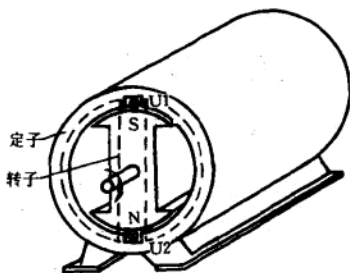

图 1-1 单相交流发电机示意图
答：图 1-1 为单相交流发电机示意图。发电机主要由两部分构成：①定子——在定子铁芯内圆的槽中安放绕组（图中只画了一个绕组，U1